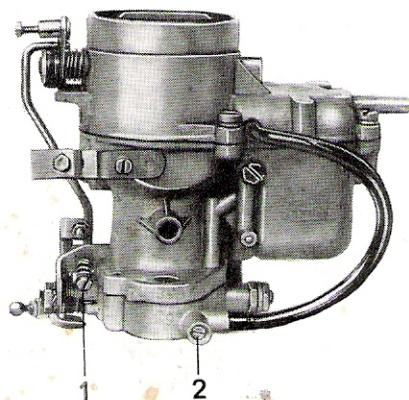

Bild 60
- Leerlaufanschlagschraube (1) leicht anziehen, um die Drehzahl zu erhöhen (Bild 60).
- Leerlaufluft-Regulierschraube (2) soweit herausdrehen, bis der Motor beginnt „unrund“ zu laufen.
- Leerlaufanschlagschrauben (1) nachregulieren, so daß beim Betätigen der Drosselklappe eine gute Gasannahme gewährleistet ist und der Motor im Leerlauf nicht stehenbleibt.